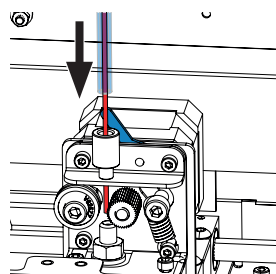

Fig. 26
- ⇒ Empurre o filamento pela abertura superior do extrusor, até que o filamento se encontre entre as duas rodas de guia (Fig. 26).